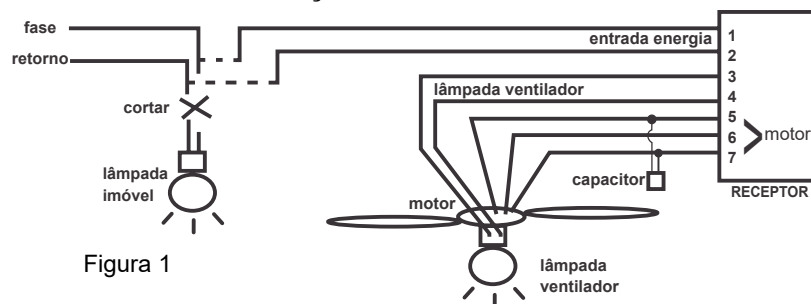

Figura 1
- b-** Identificar os dois fios da rede elétrica do imóvel (fase e retorno) conectados à lâmpada do ventilador. Cortar esses fios conforme mostrado na figura 1.